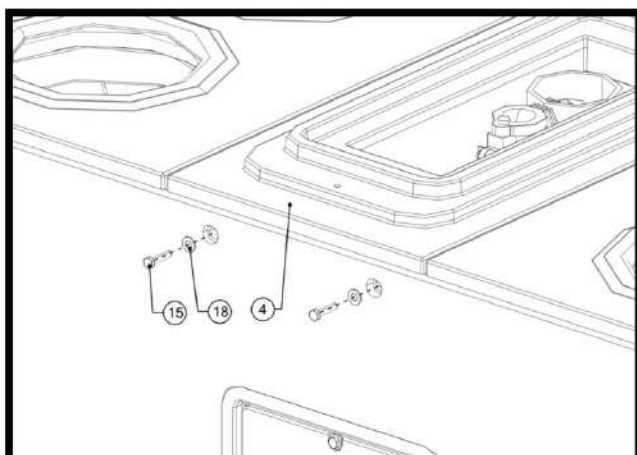

Рис. 18
15) Зафиксируйте центральный отсек поз.4 болтами поз 15 с шайбами поз. 18, так как показано на рис.18.